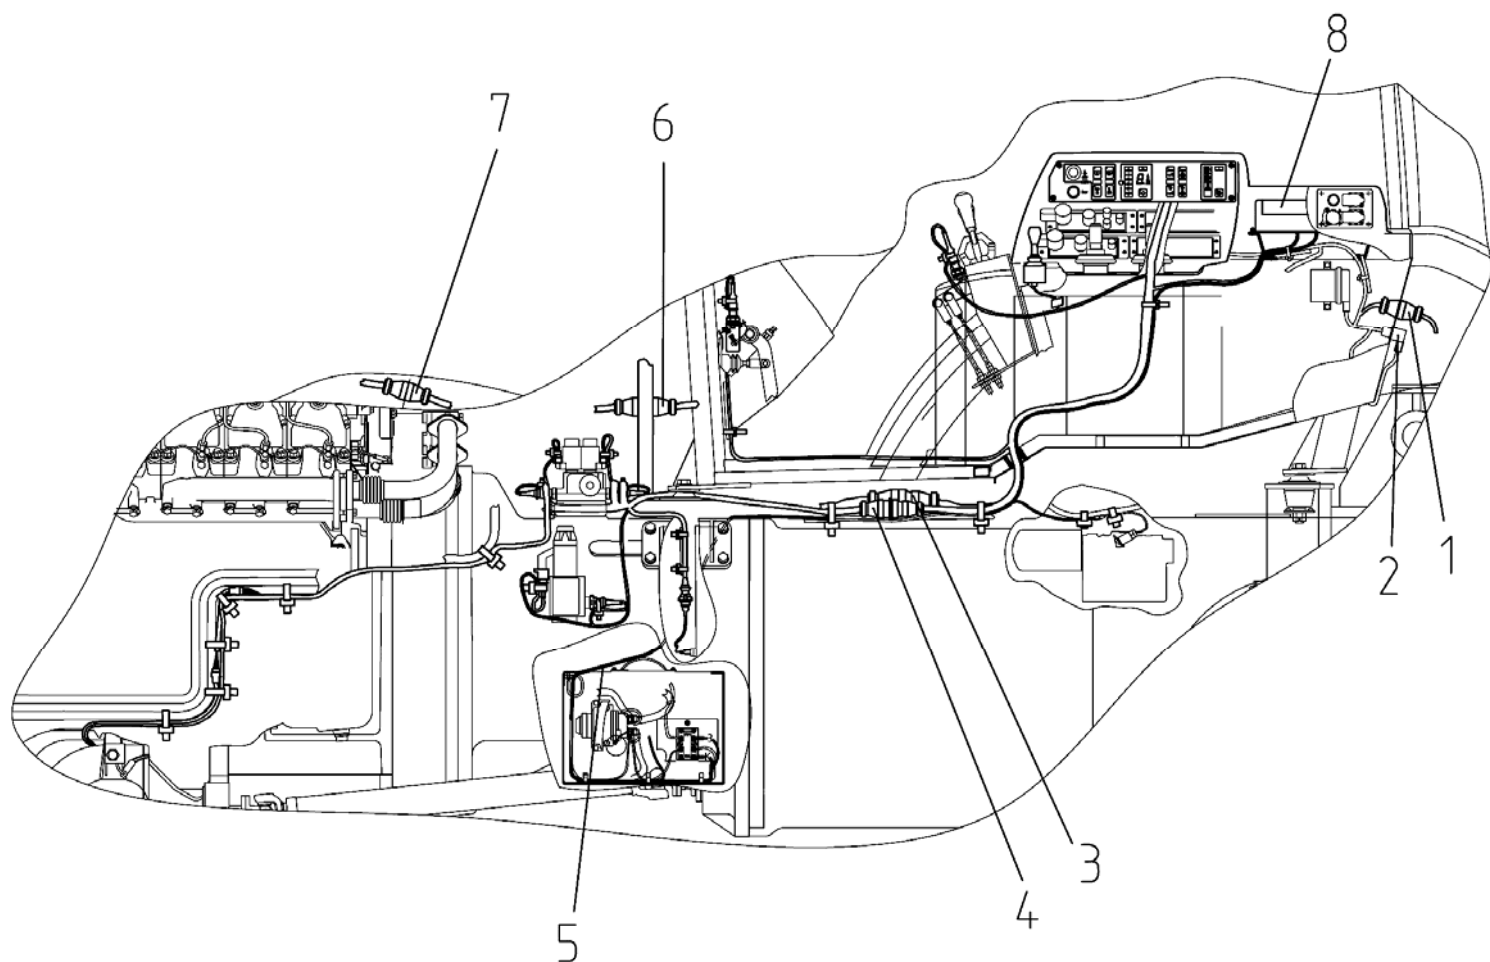

Рис.7.3 Демонтаж кабины.
2.1) отсоедините, на задней стенке кабины (с правой стороны), разъём жгута (1), (рисунок 7.3), к секциям распределителя EHS;
2.2) отсоедините, на задней стенке кабины (с правой стороны), разъём жгута (2), (рисунок 7.3), управления задним навесным устройством;
2.3) разъедините, с правой стороны под кабиной, разъём (3), (рисунок 7.3), жгутов по кабине и трансмиссии управления передним навесным устройством;
2.4) разъедините, с правой стороны под кабиной, разъём (4), (рисунок 7.3), жгутов по кабине и трансмиссии комплексной системы управления БД, ПВМ, ВОМ и переключением передач (КЭСУ);
2.5) отсоедините, в аккумуляторном ящике, питающие выводы (три штуки: красный, зелёный, чёрный) жгута (5), (рисунок 7.3), к блоку коммутации и защиты БКЗ-4520 (8);
2.6) для тракторов с дизелем Detroit Diesel, с левой стороны на рамке крепления капота, разъедините разъём (6), (рисунок 7.3), жгутов управления двигателем;
2.7) для тракторов с дизелем Deutz, с правой стороны дизеля, на кронштейне закреплённом на дизеле, разъедините разъём (7), (рисунок 7.3), жгута управления двигателем.